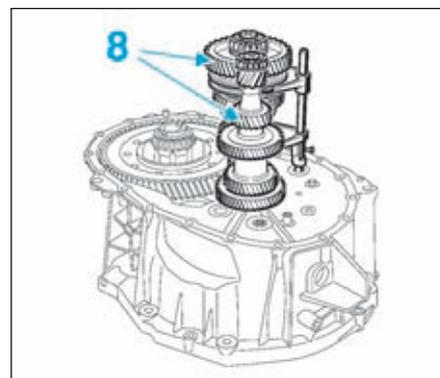

FIG.18
- Déposer l'ensemble arbre secondaire long avec la fourchette et l'arbre primaire (8) (Fig.18).